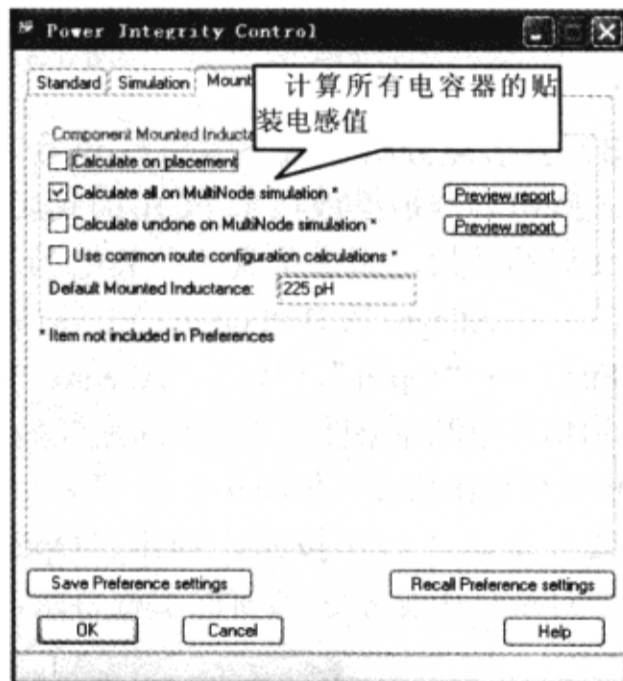

图 9-7-58 计算所有电容器的贴装电感值
(3) 选中“Calculate all on MultiNode Simulation” → 单击“OK”按钮, 电源完整性工具会在进行多节点仿真时计算贴装电感, 如图 9-7-58 所示。